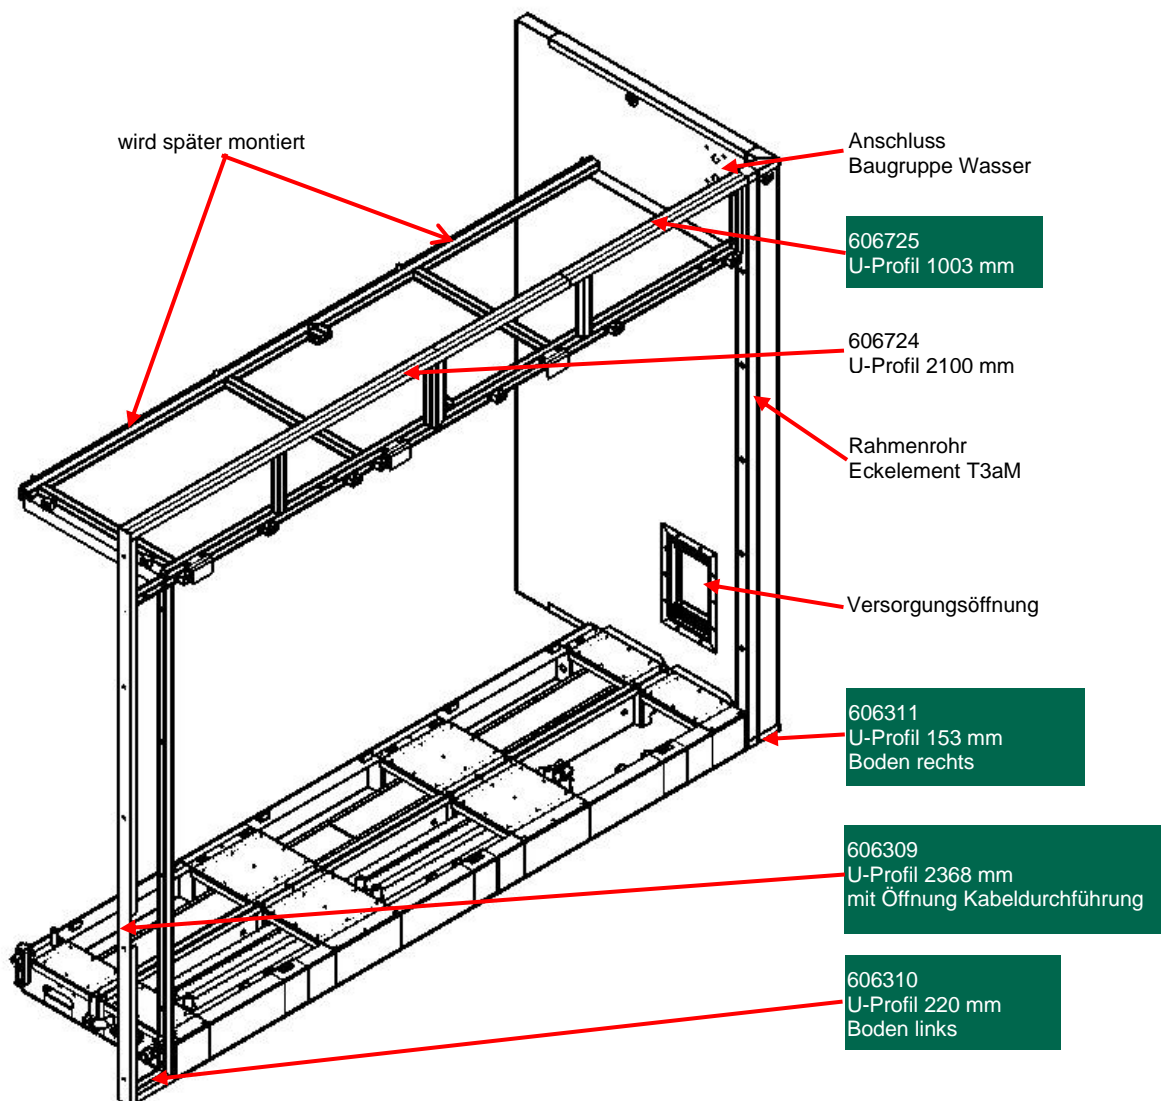

Abb. 3: U-Profile im Bereich Blendrahmen - Versorgungssockel
Das Rahmenrohr ist am ECKelement T3aM des CRM fest montiert (siehe Abb. 3:)
- er in einer Flucht zum U-Profil 220 mm Boden links (siehe Abb. 3:) liegt.